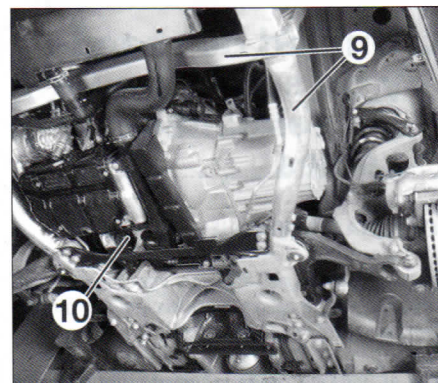
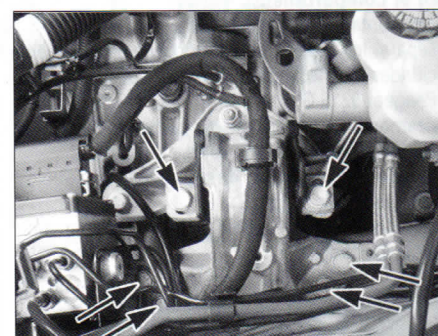

FIG. 5
FIG. 6
- el cuadro de refuerzo de la cuna (9) (**fig. 5**).
- el tirante antibasculamiento (10).
- el soporte de la caja (**fig. 6**).